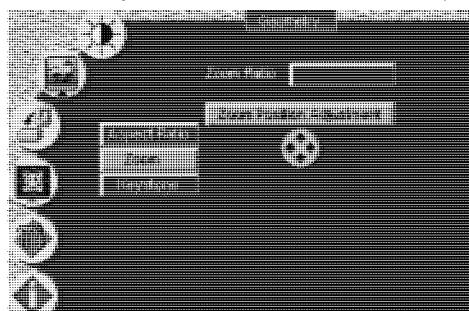

Рис. 25. Задание положения увеличивающего фрагмента
- с помощью кнопок управления экранным меню (рис. 25)².